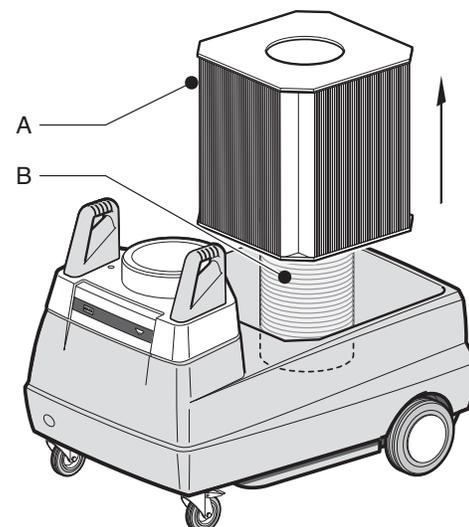

Fig. 18
4. Soulever la cartouche du filtre (Figure 18, Point A) pour la faire sortir de la machine. Il n'est pas nécessaire d'ôter le pare-étincelles (Figure 18, Point B). Nettoyer le pare-étincelles et le compartiment du filtre avec un aspirateur.